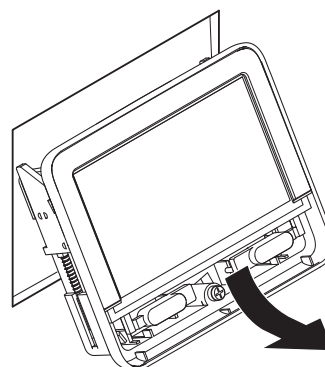

Fig. 5
- Retirer avec précaution le Panel d'environ 20 cm vers l'avant de l'ouverture de montage (Fig. 5).